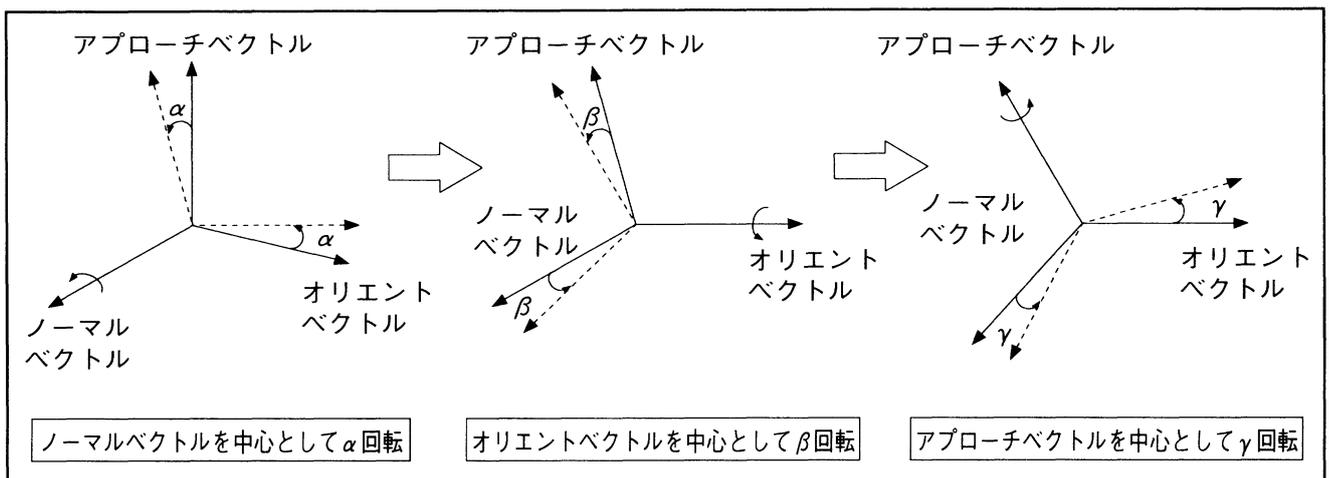

図2-41 ノーマル、オリент、アプローチベクトルを中心とする回転
1.3ではアプローチベクトル成分を X_bY_b 平面や Y_b 軸となす角度 θ_i を使って算出する方法を説明しましたが、他にある特定の姿勢からアプローチ、オリентベクトルを回転させてベクトル成分を算出する方法もあります。(図2-41参照)
- ①図2-41に示すように、ある特定姿勢(P2-47の図2-44のA~Fまでのうちのどれかひとつ)から、ティーチングしたい目標姿勢までもっていくのに必要な回転角 α 、 β 、 γ を求めます。
- ②求めた回転角をP2-48の表2-33の式に代入して目標姿勢のオリент、アプローチベクトルを算出します。